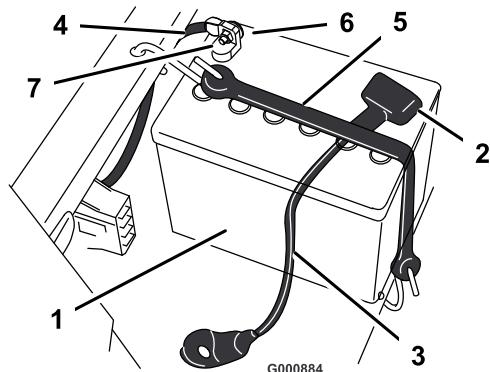

Bild 34
4. Klemmen Sie das Minuskabel (schwarz) vom Batteriepol ab (Bild 34).
5. Schieben Sie die Gummiabdeckung am Pluskabel (rot) nach oben. Klemmen Sie das Pluskabel (Rot) vom Batteriepol ab (Bild 34).
6. Nehmen Sie die Batterieklemme ab (Bild 34) und heben Sie die Batterie aus dem Ständer heraus.
1. Stellen Sie die Batterie in ihren Ständer, wobei die Pole vom Armaturenbrett weg weisen müssen (Bild 34).
4. Befestigen Sie die Kabel mit zwei Schrauben (1/4 x 3/4 Zoll), Scheiben (1/4 Zoll) und Muttern (1/4 Zoll) (Bild 34).